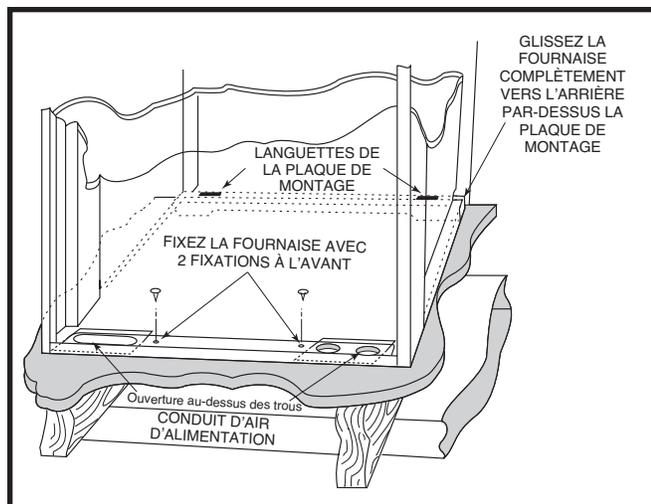

Figure 17. Fournaise de placard sur conduit d'air d'alimentation
4. Fixez le devant avec une (1) ferrure dans chaque coin. Voyez la Figure 17.